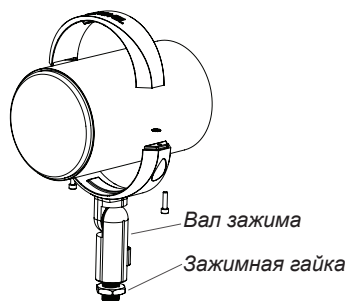

Рисунок 3
2. Прикрутите резьбовой вал крепления с динамиком к монтажному кронштейну. После установки в нужном направлении затяните зажимную гайку при помощи ключа (продается отдельно), чтобы зафиксировать положение (см. рисунок 3).